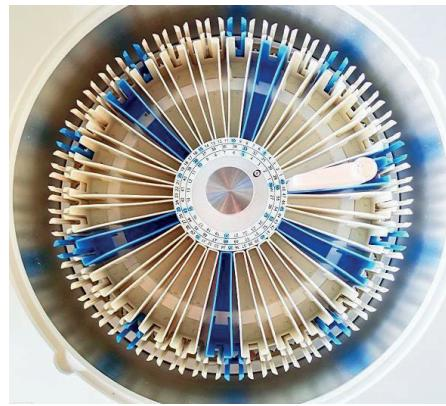

Figura 13-49 Solução de limpeza da posição do reagente adicionando
2. Método de adição de solução de limpeza de posição de reagente: coloque a solução de limpeza C na 28^a posição de reagente da bandeja de reagente e amostra, como mostrado na Figura 13-49.
3. Método de adição da solução de limpeza da posição da amostra: a solução de limpeza C é adicionada ao copo da amostra e é colocada na 60^a posição da bandeja da amostra, como mostrado na Figura 13-49.